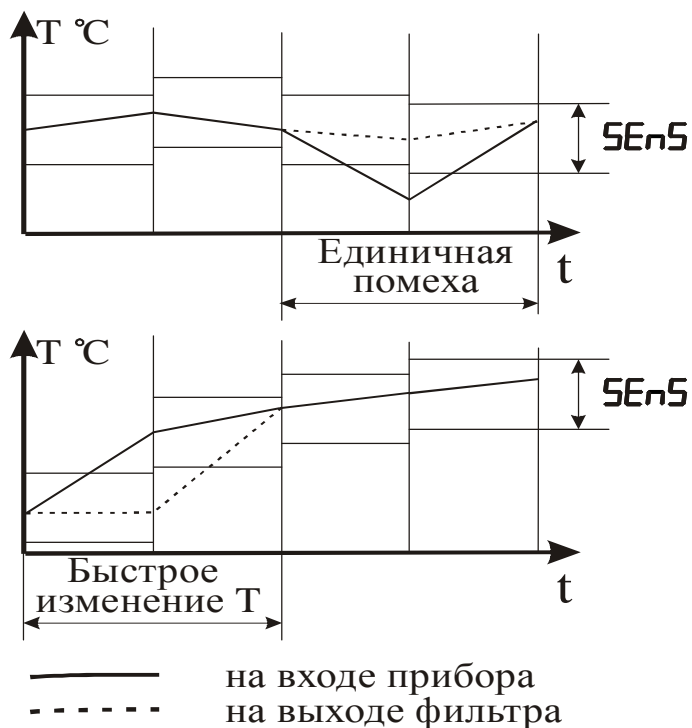

Рисунок 3.3 – Работа фильтра при воздействии случайной помехи и быстром изменении сигнала
3.4.2 С целью уменьшения влияния случайных импульсных помех на показания в прибор введена цифровая фильтрация. Работа фильтра описывается параметром “Полоса фильтра”. Если текущее значение температуры отличается от результатов предыдущего измерения на значение, которое превышает указанное в параметре “Полоса фильтра”, то проводится повторное измерение температуры, а на индикаторе остается старое значение (см. рисунок 3.3).